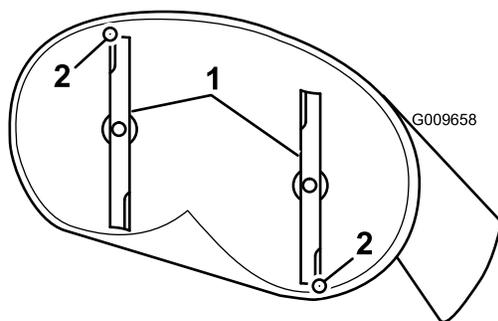
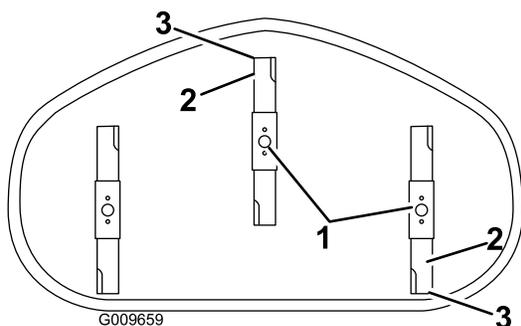

Figura 60
Figura 61
- Rode cuidadosamente as lâminas para que estejam da frente para trás (Figura 60 e Figura 61).
5. Meça da ponta da lâmina da frente até à superfície plana e da ponta da lâmina de trás até à superfície plana (Figura 60 e Figura 61).
9. Após o ajuste, verifique inclinação entre frente e a traseira, continue a ajustar a porca até que a ponta da lâmina frontal esteja 1,6 a 7,9 mm mais baixa que a ponta da lâmina traseira (Figura 60 e Figura 61).